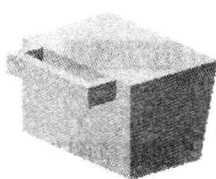
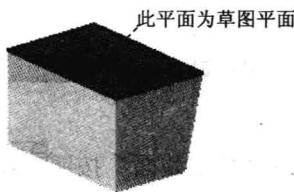

图 1.4 拉伸特征 2
图 1.5 定义草图平面
(4) 单击<确定>按钮,完成拉伸特征 1 的创建。
Step3. 创建图 1.4 所示的拉伸特征 2。
(1) 选择命令。选择下拉菜单插入(S) → 设计特征(F) → 拉伸(E)...命令(或单击按钮),系统弹出“拉伸”对话框。
(2) 单击“拉伸”对话框中的“绘制截面”按钮,系统弹出“创建草图”对话框。
① 定义草图平面。选取图 1.5 所示的模型表面为草图平面,取消选中设置区域的创建中间基准 CSYS 复选框,单击确定按钮。